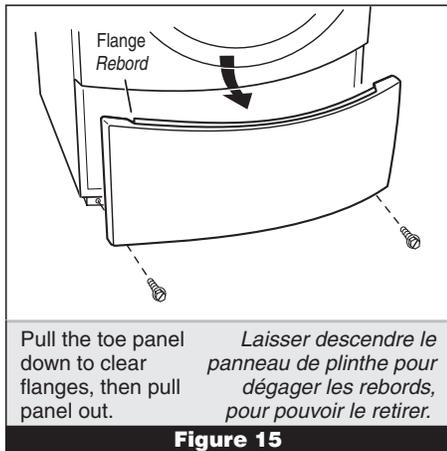

Figure 15
2. Slide the toe panel down, then pull it out from the bottom. See figure 15.
2. Faire glisser le panneau de plinthe vers le bas puis le retirer. Voir figure 15.